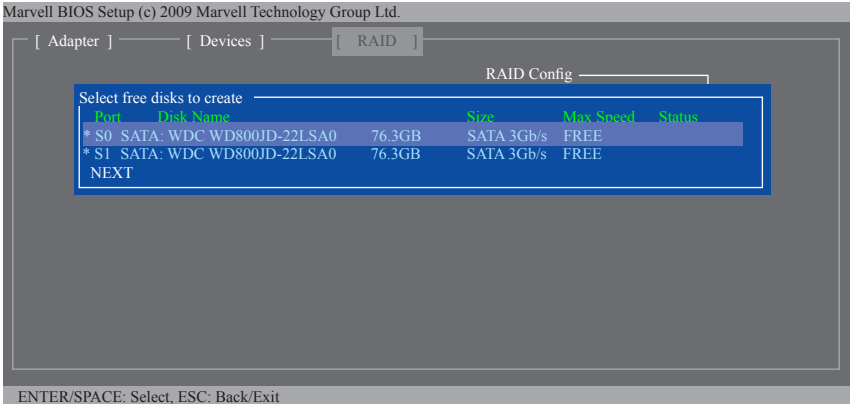

Figure 5
Étape 2 : L'écran suivant affiche les deux disques durs que vous avez installé. Appuyez sur<Enter> ou <Space> sur les deux disques durs respectivement pour les ajouter dans la matrice RAID. Les disques durs sélectionnés sont indiqués par une astérisque (Figure 5). Puis appuyez sur <Enter> dans **NEXT**.